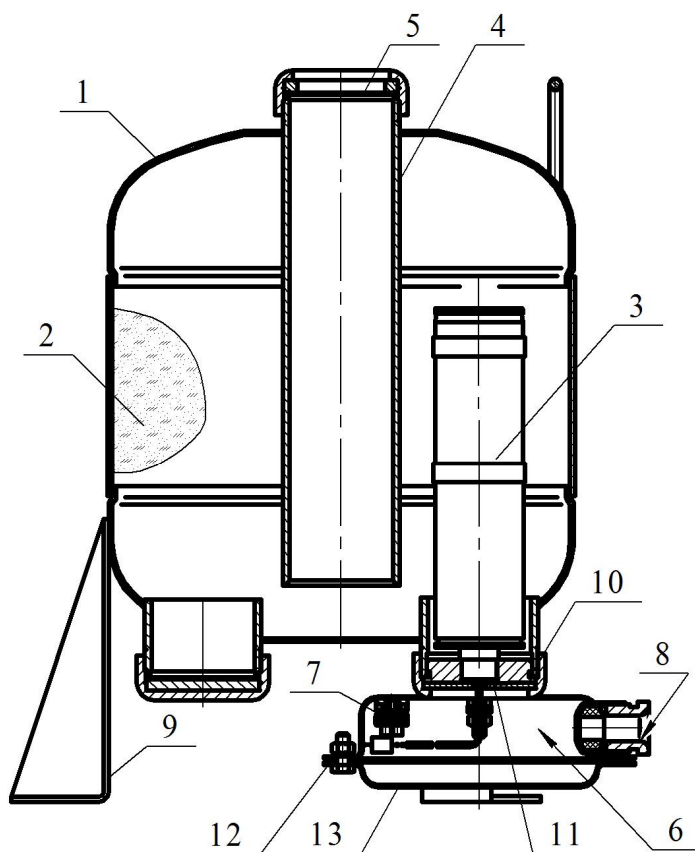

Рисунок 1
МПП (см. рисунок 1) состоит из корпуса **1**, в котором размещаются огнетушащий порошок (ОП) **2** и источник холодного газа (ИХГ) **3**. В верхней части корпуса находится насадок-распылитель **4**, который также выполняет функцию сифонной трубки при выпуске ОП из корпуса. Выходное отверстие насадка-распылителя перекрыто мембраной **5**.
2.1.3 Через резиновую прокладку **12** (см. рисунок 1) на корпус МПП установить крышку **13** и закрепить соединение гайками.